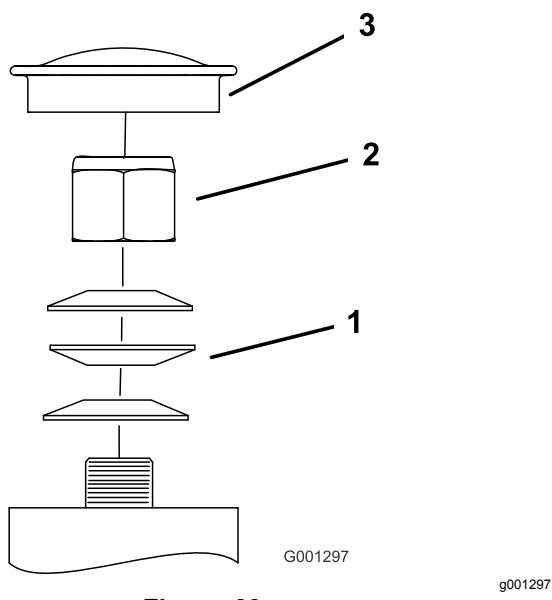

Figure 63
3. Retirez le couvre-moyeu de la roue pivotante et serrez le contre-écrou (Figure 63).
4. Continuez de serrer le contre-écrou jusqu'à ce que les rondelles élastiques soient aplatis, puis desserrez-le d'un quart de tour pour obtenir la précharge correcte des roulements (Figure 63).
5. Reposez le couvre-moyeu (Figure 63).
- Important:** Veillez à placer les rondelles élastiques comme montré à la Figure 63.